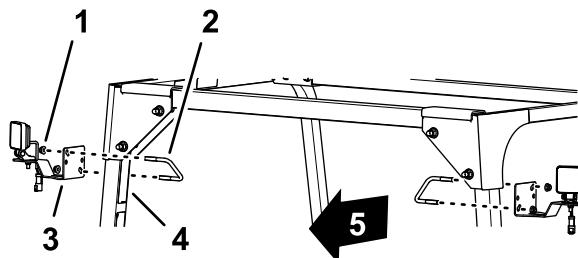

Figure 7
1. Fixez l'éclairage à LED et le support au tube du système ROPS à l'aide de l'étrier fileté ( $\frac{3}{8}$ " x  $3\frac{1}{2}$ " x 2-13/16") et du contre-écrou à embase ( $\frac{3}{8}$ "), comme montré à la Figure 7.